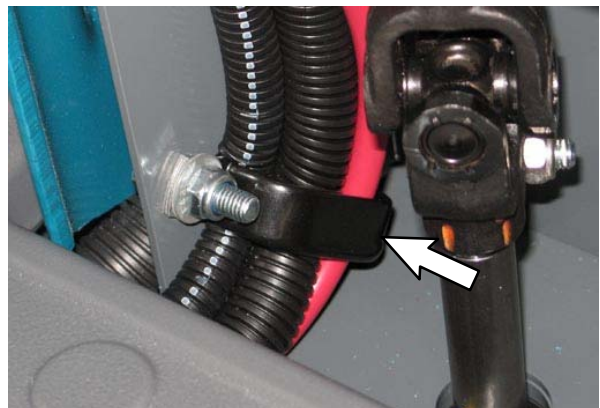

ABB. 64
31. Befestigen Sie die Kabelklemmen. (Abb. 64)